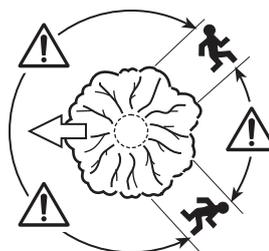

Fig. 37
- > Prévoir un parcours d'évacuation et le dégager si nécessaire avant le début des opérations. Le parcours d'évacuation doit se prolonger à l'arrière et en diagonale de l'arrière de la ligne d'abattage prévue (Fig. 37).